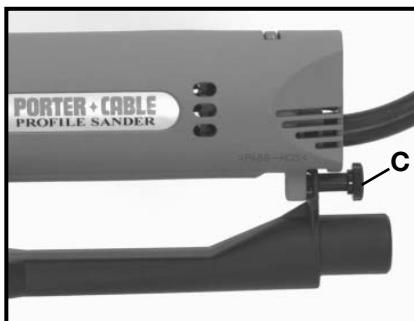

Fig. 14
2. Enrosque la perilla (tuerca manual) (C) Fig. 14, en la lijadora y apriétela firmemente.